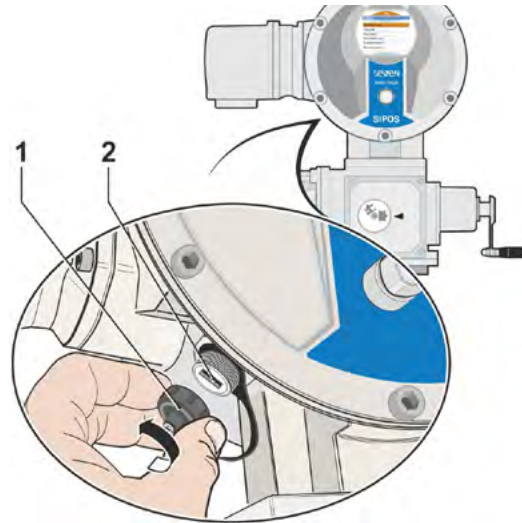

Fig. 1: USB-tilslutning
1. Skru USB-tilslutningens beskyttelseshætte (fig. 1 pos. 1) af (den er beskyttet med et plastbånd mod at gå tabt).
2. Ved USB-tilslutningen (pos. 2)